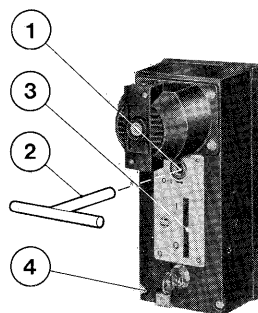

Fig. 31
**9.9. Comando a motore****9.9.1. Manovra (fig. 31)****a) Manovra di chiusura a distanza**
**9.9. Motor control****9.9.1. Operations (fig. 31)****a) Remote closing operation****1) Breaker in open position.**